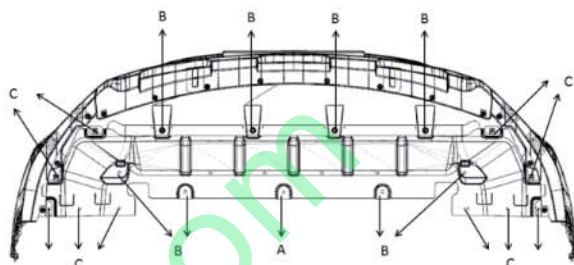

图 4-4-1 发动机下前挡泥板的拆卸示意图
(1) 用一字起将图 4-4-1 所示位置子母扣 A 翘起；
(2) 用十字起将螺钉 C (共 10 个) 卸下，用 10# 套筒将六角头自攻锁紧螺钉和大垫圈组合件 B (共 8 个) 卸下，完成上述操作即可将发动机下前挡泥板拆卸下来。
(1) 发动机下后左、右侧护板先装，后装配发动机下前挡泥板；先用子母扣定位（如上图 4-4-1 所示位置），再用锁紧螺钉固定两侧的点（如上图 4-4-1 所示位置），然后其余孔依次用自攻钉和锁紧螺钉打紧即可；
(2) 需注意：挡泥板需塞到保险杠背面，图示两侧的安装点，前保处于中间位置，发动机下前挡泥板处于整车最下方